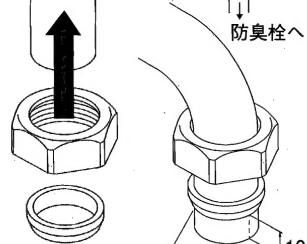

図5
- 3) 切断した面（トラップ側、直管側）のバリを取り除き、『通気番ぶち』本体から、パッキンと袋ナットを取り外して、切断後の排水管各々に、袋ナット、パッキンの順番で取付けてください。（図5）